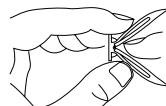

Figure 16 - Pliage de la cheville Figure 17 - Ouverture des ailettes de la cheville pour les murs minces
2. Repliez la cheville comme l'indique la figure 16.